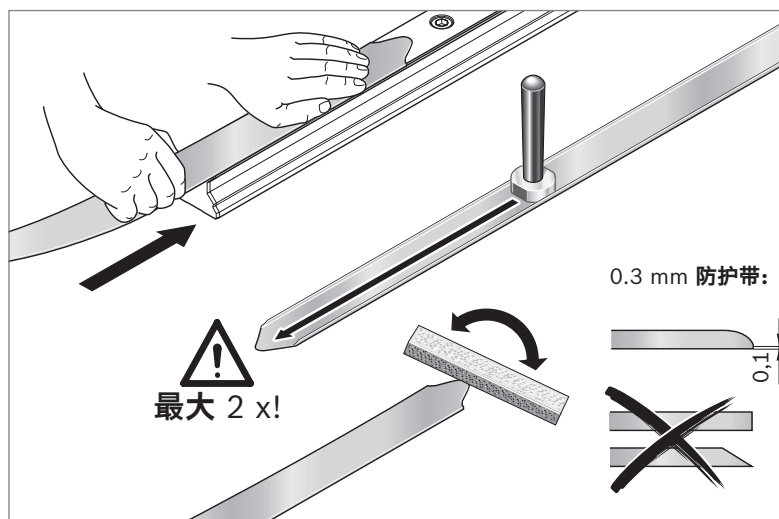

Fig. 49: 检查滑动区
- ▶ 在推上之前注意，将带舌略微向下弯，这样可以使带舌轻松地导向滑块的密封唇下滑过。! 图 49